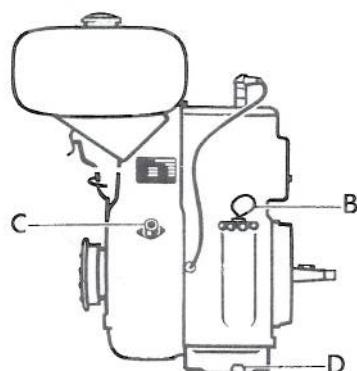

Fig. 1
Contrôler le niveau de l'huile au moyen de la jauge (B, fig. 1). Le niveau d'huile ne doit jamais être plus bas que le repère inférieur, ni plus haut, que le repère supérieur.
- a) **Marche à l'essence:** mettre le moteur au ralenti et appuyer sur le bouton d'arrêt (C, fig. 1). Fermer le robinet du réservoir.
- b) **Marche au pétrole:** mettre le robinet sur la position "essence" et laisser tourner le moteur encore quelques minutes. Après, mettre le moteur au ralenti et appuyer sur le bouton d'arrêt (C, fig. 1). Fermer le robinet du réservoir.